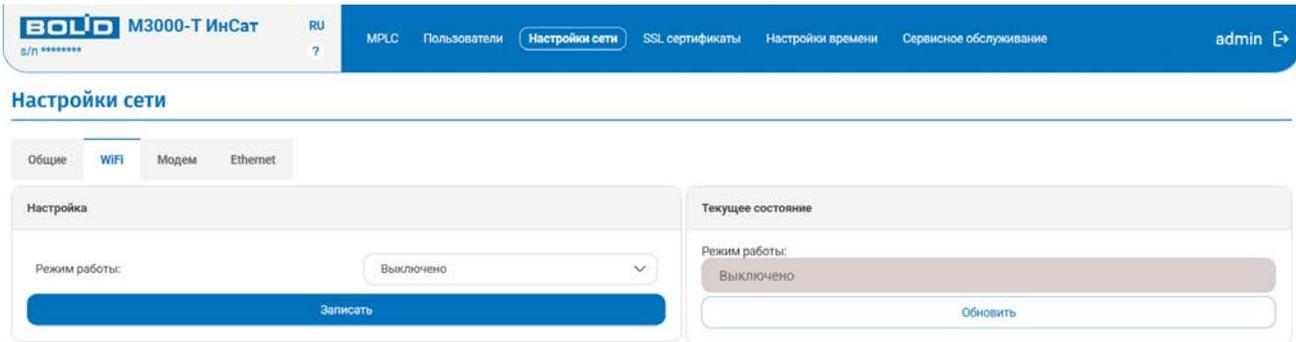

Рисунок 8, позиция 1. Настройки сети, вкладка «Wi-Fi». Wi-Fi модуль ПЛК выключен.
- 3) технология включена и выступает в виде точки доступа для подключения к контроллеру (*читать п. 5.3.5 – 2.3, см. Рис. 8, поз. 6*).